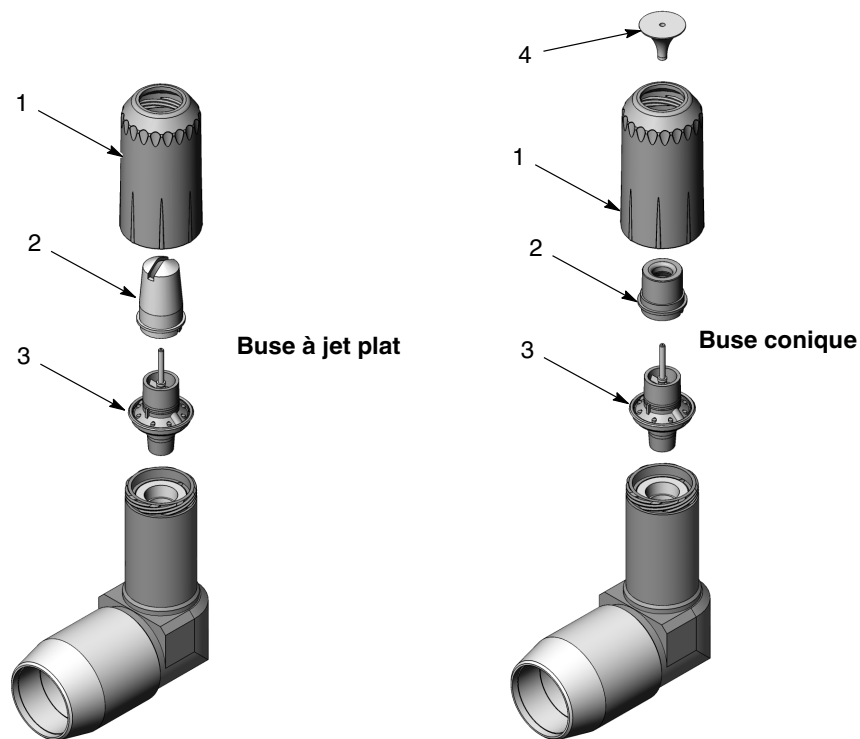

Figure 7 Installation du porte-électrode et de la buse sur l'extension
6. Voir la figure 7. Poser le porte-électrode (3), la buse (2) et l'écrou de buse (1) sur l'extension. En cas d'utilisation d'une buse à jet plat, orienter la buse dans la direction souhaitée avant de serrer l'écrou de buse à la main. En cas d'utilisation d'une buse conique, installer le déflecteur (4) sur le porte-électrode après avoir serré l'écrou de buse.
2. Voir la figure 7. Retirer la buse et le porte-électrode de l'extension.